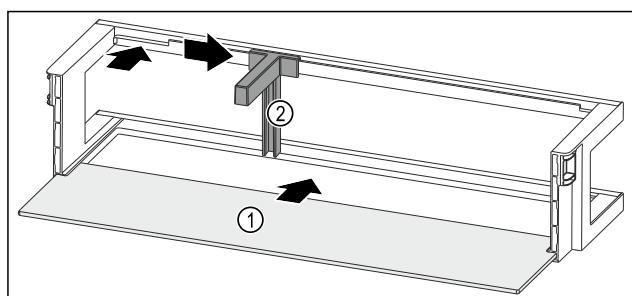

Fig. 96 Vratna polica z odlagalno polico
- ▶ Odlagalno polico Fig. 96 (1) vstavite v stranske utore.
- ▶ Vstavite držalo za steklenice Fig. 96 (2) v odprtino.
- ▶ Držalo za steklenice Fig. 96 (2) potisnite na stran do želenega položaja.